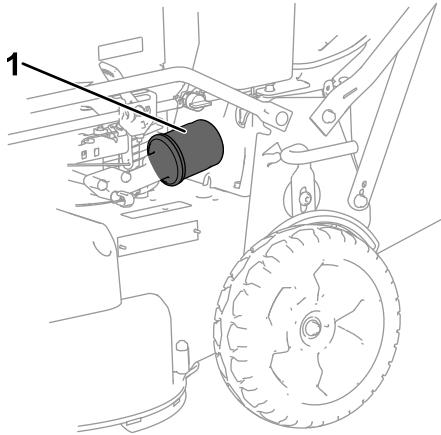

Figura 28
6. Retire o filtro do óleo (**Figura 28**).